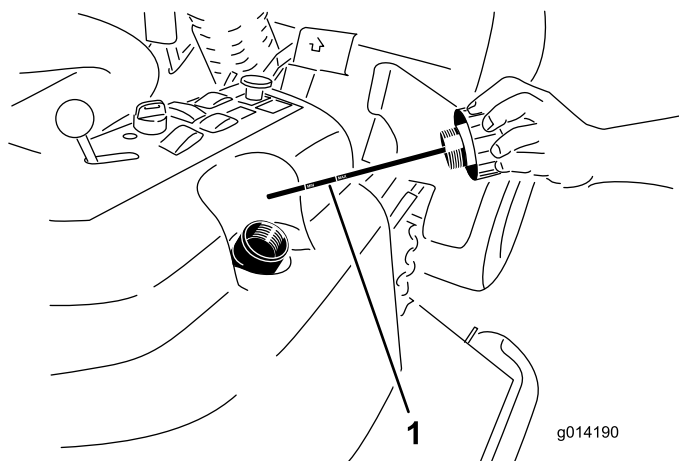

Figure 50
4. Enlevez le bouchon (Figure 50) du goulot de remplissage du réservoir de liquide hydraulique.
5. Retirez la jauge et essuyez-la sur un chiffon propre (Figure 50).
6. Vissez la jauge dans le goulot de remplissage, ressortez-la et vérifiez le niveau de liquide (Figure 50).